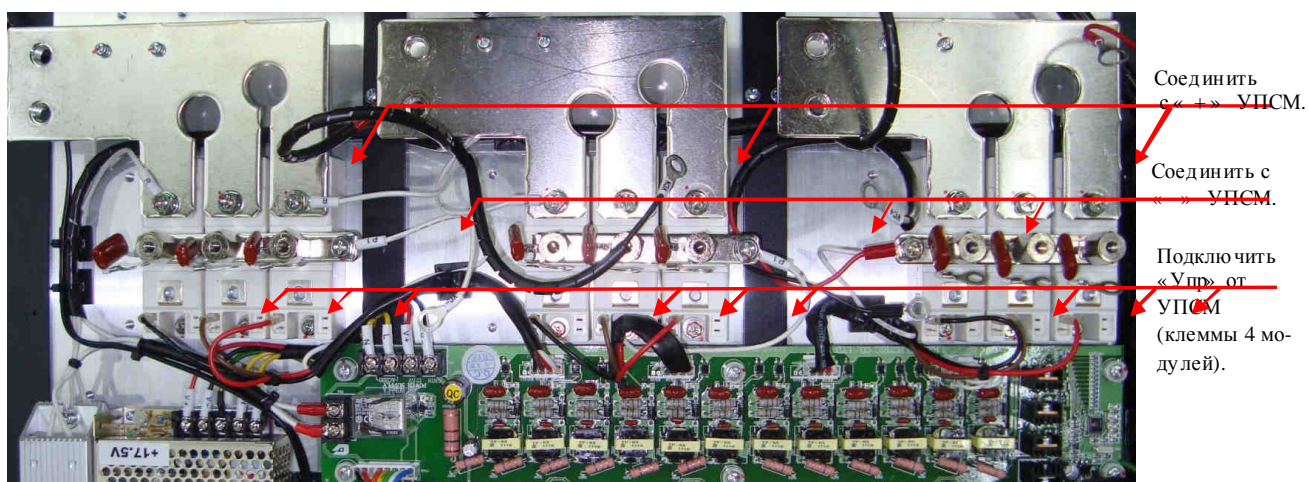

Рис. 4.9.
4.8.2.4. Проверить цепь управления тиристора каждого диодно-тиристорного модуля (9 шт.) в следующем порядке (см. рис. 4.9):